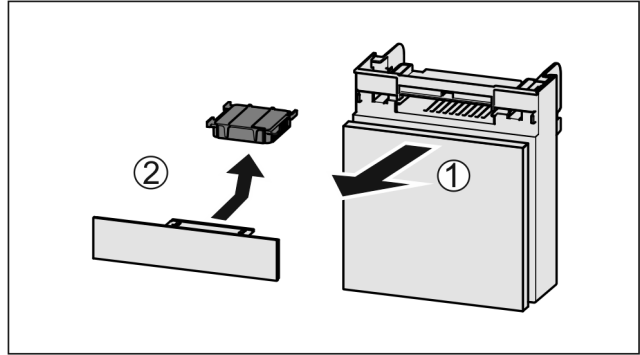

Fig. 111
- ▶ Издърпайте Fig. 111 (1) напред от отделениято.
- ▶ Извадете Fig. 111 (2) филтър с активен въглен.